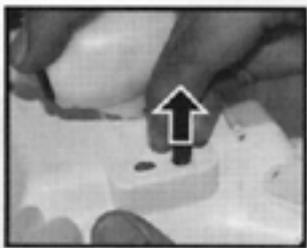

Figure 1
1. Retirez délicatement le câble d'alimentation de la prise, comme indiqué sur la Figure 1.
1. Dévissez le capuchon des pales, dans le sens inverse des aiguilles d'une montre (figure 1)
1. Insérez la pale sur le support à l'une des extrémités de l'appareil (figure 1).